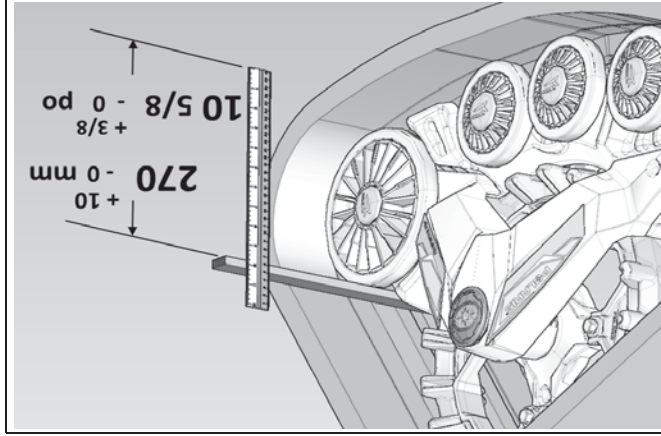

Figure 5
- Positionner une barre plate sur les deux roues arrière du système de traction et mesurer ensuite la hauteur au sol à l'aide d'une règle comme montré à la Figure 5.